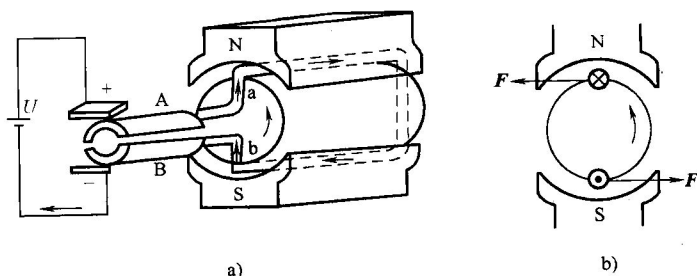

图 1-2 最简单的直流电动机的物理模型
1. 电磁转矩的产生 现在用图 1-2 所示直流电动机的物理模型来分析电磁转矩产生的过程。